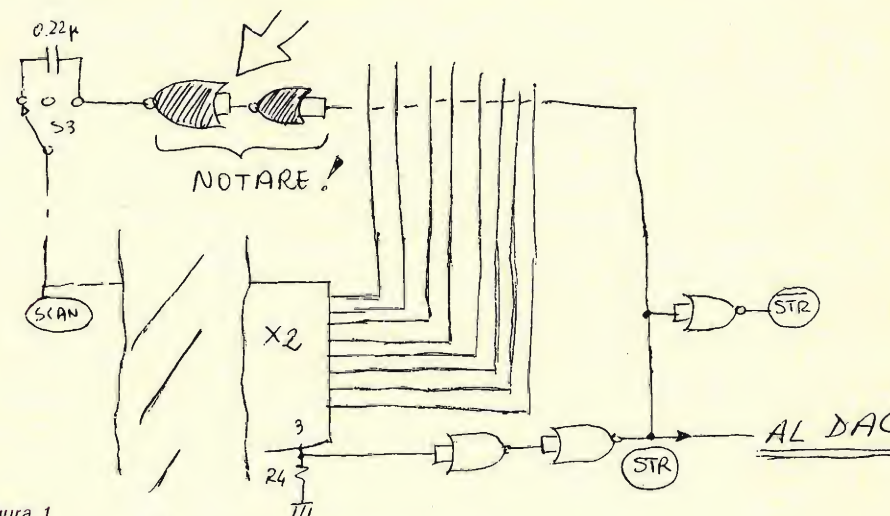

figura 1
d) L'ultimo argomento riguardante il circuito dell'Encoder è relativo a una corretta sequenza temporale. I costruttori, secondo il progetto qui pubblicato (vedi **cq**, maggio-giugno-luglio-etc.) avranno visto che lo STR era ricavato dallo STR con un inverter nor. E che lo stesso STR era mandato alla linea SCAN (se S_3 era in tal senso posizionato) per fermare il Clock quando un tasto era premuto. Ora attenzione: dovete assolutamente porre due nor (o due inverter C-mos qualunque) dove la figura 1 ve lo indica.